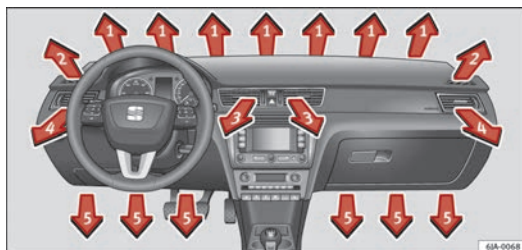
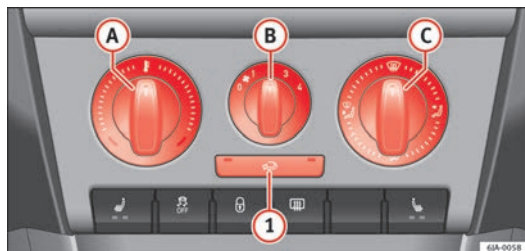

Fig. 97 Difusores de aire
Fig. 98 Calefacción: elementos de manejo
- Para variar la altura de la circulación de aire cambie la posición de mando deslizante hacia arriba o abajo ⇒ fig. 97.
La salida de aire de los difusores se ajusta con el mando  ⇒ fig. 98. Los difusores 3 ⇒ fig. 97 y 4 se pueden abrir y cerrar individualmente.
- La temperatura aumenta girando el mando **(A)** ⇒ fig. 98 hacia la derecha.
- Conecte el ventilador girando el mando **(B)** ⇒ fig. 98 a las posiciones de 1 hasta 4.
- Girando el mando **(C)** ⇒ fig. 98 se ajusta el acceso de aire a los respectivos difusores ⇒ página 130, Difusores de aire.
Todos los elementos de manejo, salvo el mando **(B)** ⇒ fig. 98, se pueden colocar en cualquier posición intermedia.
- Mandos Ⓐ ⇒ fig. 98 ⇒ página 131, Ⓑ, Ⓒ y tecla ①.
- Pulse la tecla ① ⇒ fig. 98 ⇒ página 131 y el testigo dentro de la tecla se enciende.
- Pulse otra vez la tecla ① ⇒ fig. 98 ⇒ página 131 y el testigo dentro de la tecla se apaga.
Si el difusor de aire Ⓒ ⇒ fig. 98 ⇒ página 131 está en la posición , la recirculación se apaga automáticamente. Pulsando la tecla puede volver a encender la recirculación de aire en esta posición. ▶